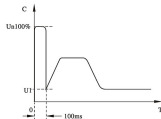
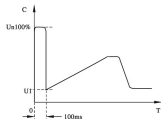

图5.5.1
图5.5.2
- 代码P8设置2（突跳+限流）或设置3（突跳+电压）启动模式，图5.5.1和图5.5.2给出了突跳启动模式的输出变化波形。在某些重载场合下，由于机械静摩擦力的影响而不能启动电机时，可选用此种启动模式。在启动时，先对电动机施加一个较高的固定电压并持续有限的一段时间，以克服电动机负载的静摩擦力使电机转动，然后按限电流或电压斜坡的方式启动。